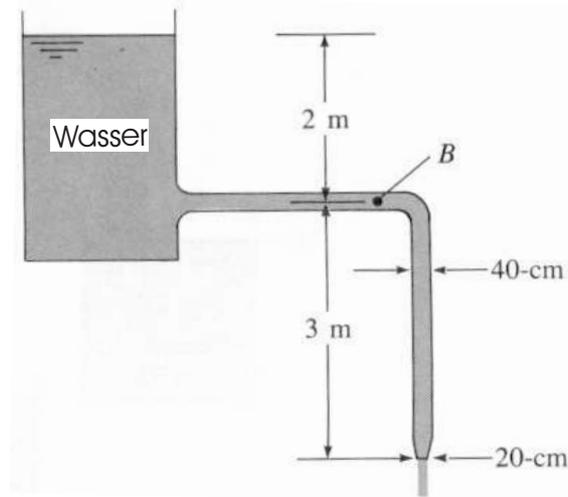

Abbildung 3 (Lösung: $Q = 0,311 \text{ m}^3/\text{s}$; $p_B/\gamma = 1,69 \text{ m}$)
2. Aus einem großen Behälter fließt Wasser durch eine Rohrleitung aus (Abb. 3).
- Zeichnen Sie die Energielinie und die Drucklinie in Abb. 3 ein, sowie in einer separaten Skizze entlang der Rohrachse.